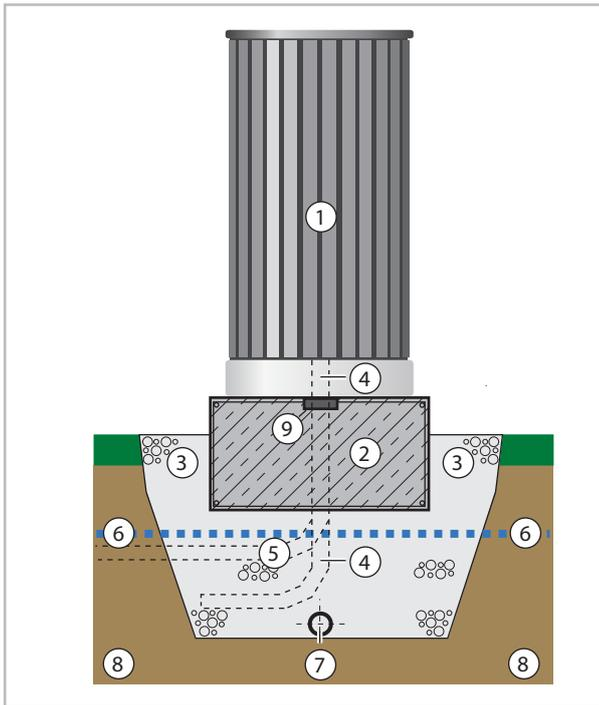

Abb. 27: Kondensatableitung Fundament (Schnitt)
- Mit einem beheizbaren Kondensatablauf ist ein Abfließen von Kondensat zu der Wanne gewährleistet. Es muss sichergestellt werden, dass dieses Kondensatwasser frostfrei abgeführt werden kann (Kies, Drainage). Das Wasserhaushaltsgesetz ist zu beachten (Abb. 27).